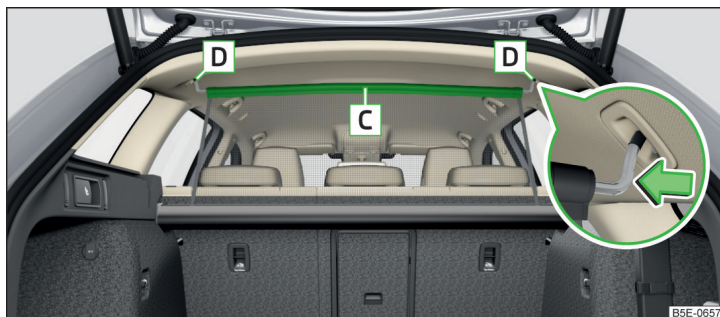

Fig. 149 Filet de séparation sécurisé correctement derrière les sièges avant à l'état tendu
- Tirez le filet de séparation sur la barre transversale supérieure **C** et accrochez-le sur l'un des inserts **D**. » fig. 149
- Appuyez sur la tige transversale et extrayez-la des logements **D** » fig. 149 d'abord sur un côté, puis sur l'autre.